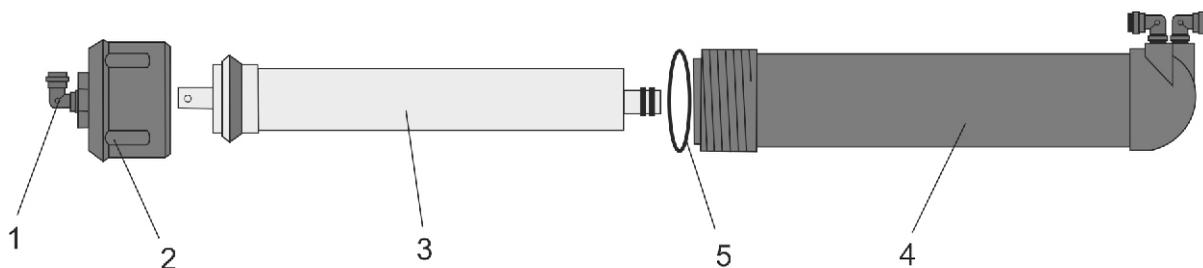

Рисунок 5
**Для замены мембранного элемента (см. рис. 5):**
- Отсоедините трубку JG от входного штуцера (1). Соединение JG: выньте из под пластиковой втулки стопорную клипсу, нажмите на торец пластиковой втулки, вытяните трубку (или открутите накидную гайку – соединение JACO).
- Открутите крышку (2) корпуса (4).
- Освободите новый мембранный элемент от упаковки и вставьте его (3) в корпус (4) так, чтобы широкое уплотнительное кольцо мембранного элемента (3) оказалось со стороны резьбовой части корпуса (4).
- Прилагая достаточное усилие, вдавите мембранный элемент (3) в корпус (4) до упора.
- Проверьте наличие и целостность уплотнительного кольца (5).
- Наверните крышку (2) на корпус (4).